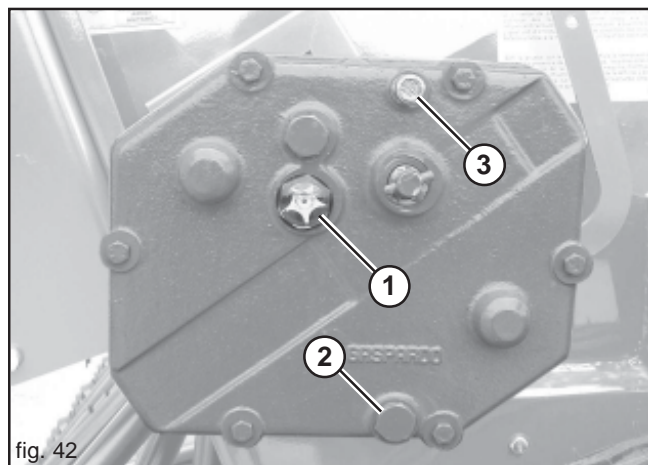

fig. 42
- Den Ölstand im Getriebegehäuse überprüfen und gegebenenfalls bis zum Stand auffüllen (1 Abb. 42). Es wird empfohlen, den gleichen Öltyp (ACER 22) zum Auffüllen zu verwenden.
- Ölablaufstutzen, 2 Abb. 42;
- Öleinfullstutzen, 3 Abb. 42.